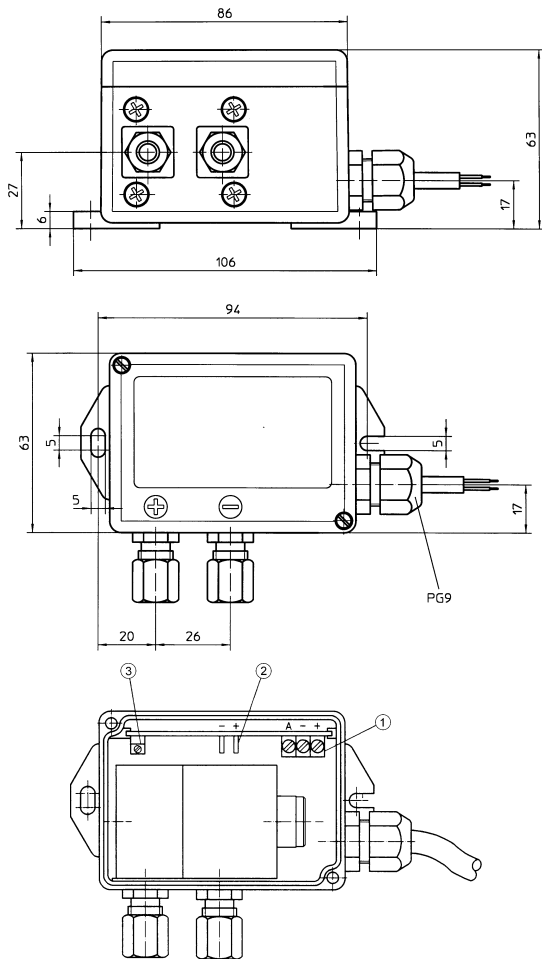

Fig. 4 DDG
4.1.4 Differenzdruck-Geber DDG (Bild 4/5)
Klemmen im DDG (Bild 4, Pos.1)	Ader-Nr.
- Meßung der Spannung an den Stiften (Bild 4, Pos.2),
- Spannung mit Potentiometer (Bild 4, Pos.3) auf 0 V einstellen.